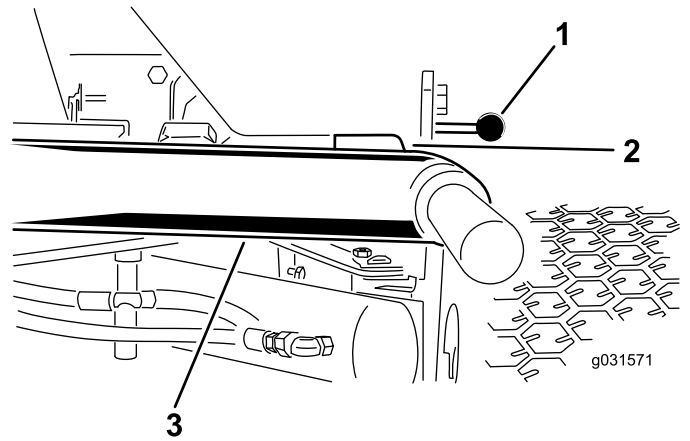

图 13
1. 启动发动机升起滚刀组确保各个提升臂与底板支架之间的间隙介于 58mm 之间如图 13 所示。